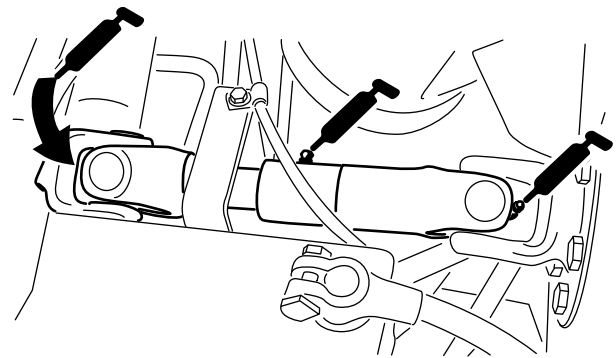

図 51
- ・ ポンプ駆動シャフトのUジョイント (3ヶ所) (図 51)